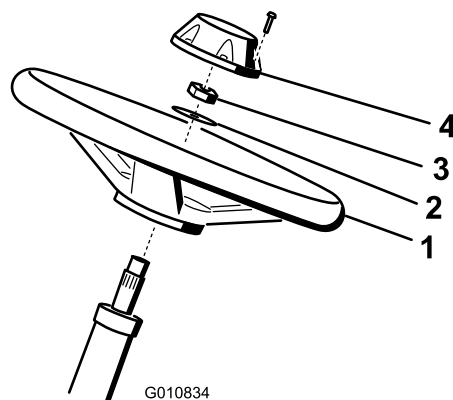

Figura 4
1. Collocate il volante sul piantone (Figura 4).
2. Collocate la rondella sul piantone (Figura 4).
3. Fissate il volante sul piantone per mezzo di un controdado serrato a 27–35 N·m (Figura 4).
- Montate il coprimozzo sul volante e fissatelo con l'aiuto di una vite (Figura 4).